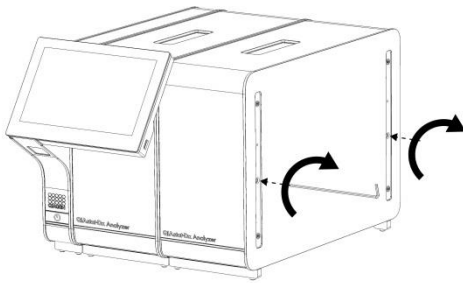

图 13. 对齐和连接附加分析模块。
4. 将附加分析模块与现有分析模块对齐。使用 QIAstat-Dx Analyzer 1.0 自带的分析-操作模块装配工具拧紧螺丝（图 13）。